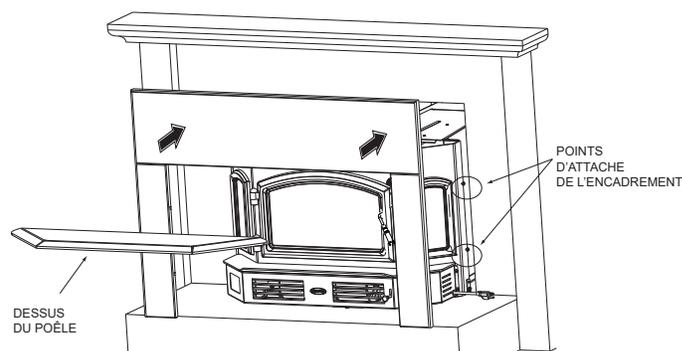

Figure 18.5
6. Installez l'encadrement et les garnitures sur la coque extérieure. Placez le crochet dans les côtés de l'encadrement, sur ses vis de fixation, 2 de chaque côté (Figure 18.5).